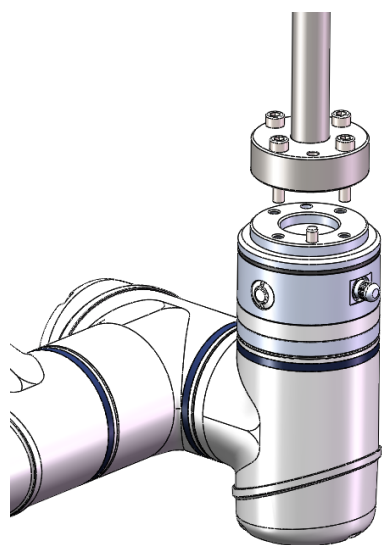

图 2-7: 螺钉和锁紧
**螺钉和锁紧：**连接工具法兰和负载法兰时，请采用对角渐次拧紧螺钉的方式，且四颗螺钉保持扭矩一致（推荐锁紧扭 5.8-6.8Nm），紧固负载法兰，如图 2-7 所示。请勿使用过长的螺钉进行连接。